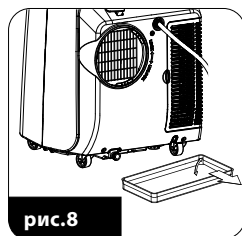

рис.8
- подставьте плоский сосуд под нижней пробкой для слива воды (10)
- отвинтите крышку, удалите резиновую пробку (рис. 8)